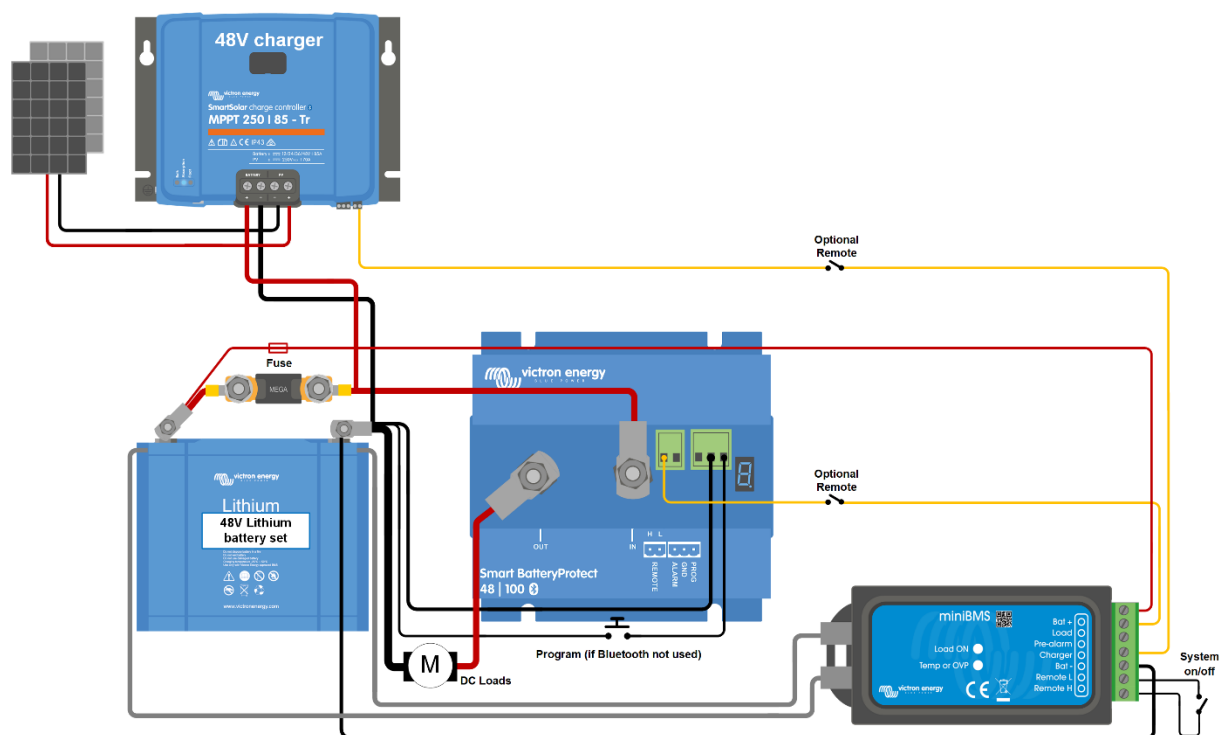

Bild 4: DC-solcellssystem med litiumjonbatteri (tillämpligt med Ve.Bus BMS eller miniBMS)
- I litiumjonläge uppstår en död period på 30 sekunder efter att fjärringången på SBP har blivit fritt flytande. Se anmärkningen under bild 4 för en detaljerad beskrivning.